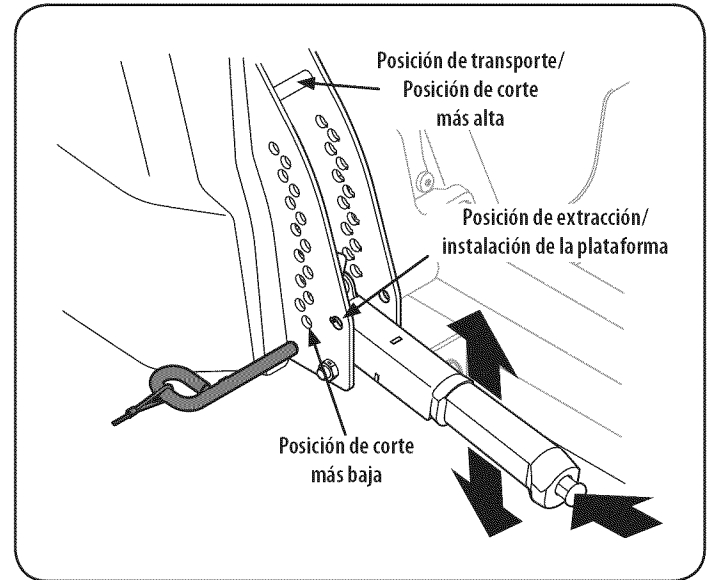

Figura 33
- a. Usando la manija de elevación de la plataforma, levante la plataforma a la posición que le ofrece mayor recorrido horizontal de la correa entre las poleas locas de la plataforma y la polea de la PTO en la base del motor. Vea la Figura 33.
- d. Baje la plataforma hasta la posición de extracción/instalación usando la manija de elevación de la plataforma. Vea la Figura 33.
1. Ubique la manija de elevación de la plataforma en la posición de corte más elevada. Vea la Figura 33.